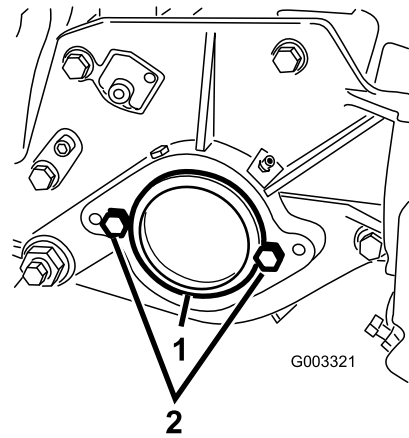

Bild 12
2. Nehmen Sie rechts an der Schneideinheit den Plastikstöpsel vom Lagergehäuse ab (Bild 12).
3. Nehmen Sie die zwei Kopfschrauben von der rechten Seitenplatte ab (Bild 12).
1. Plastikstöpsel 2. Kopfschraube (2)
5. Schrauben Sie die zwei Befestigungsschrauben für den Spindelmotor lose an der linken Seitenplatte der Schneideinheit fest (Bild 12).